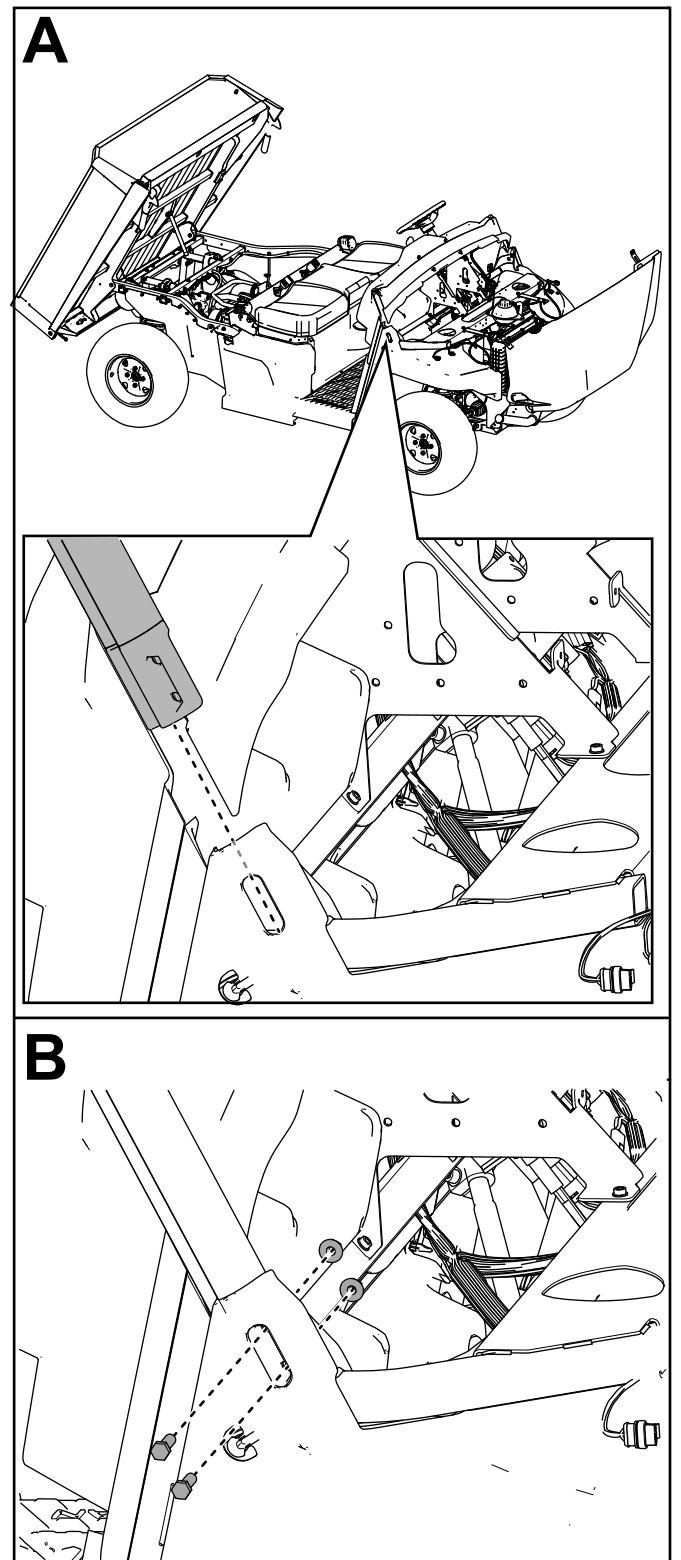

Figure 13
7. Fixez légèrement la barre avant droite de l'arceau de sécurité sur son support à l'aide de 2 boulons à tête hexagonale ($\frac{3}{8}$ x $1\frac{1}{4}$ po) et de 2 contre-écrous ($\frac{3}{8}$ po), comme montré à la Figure 13.